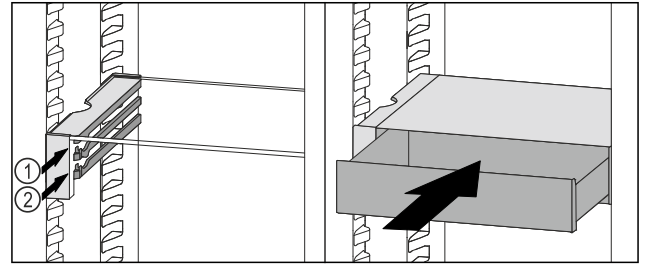

Fig. 78
- ▶ VarioSafe-lade achter de stoppers op de gewenste rib Fig. 78 (1) of Fig. 78 (2) plaatsen.